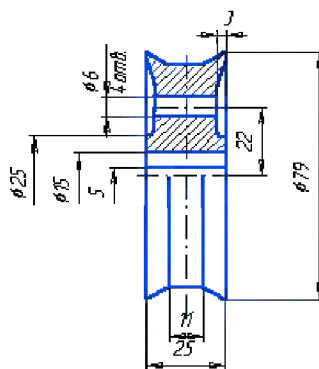

Рис. 92
2. С помощью команды **Линейный размер с обрывом** обозначаем размеры (рис. 92):